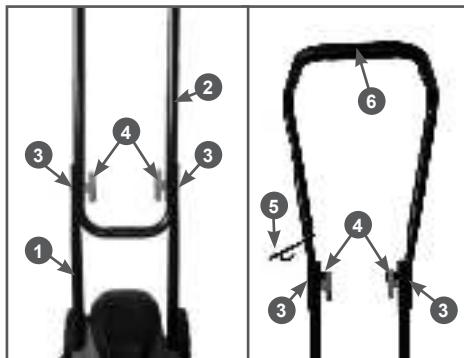

Рис. 4 Установка рабочей рукоятки
- Установите рабочую рукоятку (см. Рис. 4). Для этого закрепите нижнюю часть 2 рабочей рукоятки на стойках 1 при помощи барашковых гаек 4 и винтов 3. Наденьте держатель 5 кабеля удлинителя на верхнюю часть 6 рабочей рукоятки и закрепите верхнюю часть при помощи барашковых гаек и винтов.